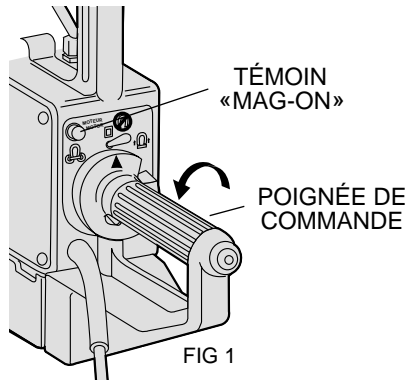
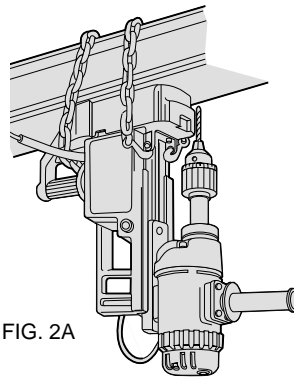
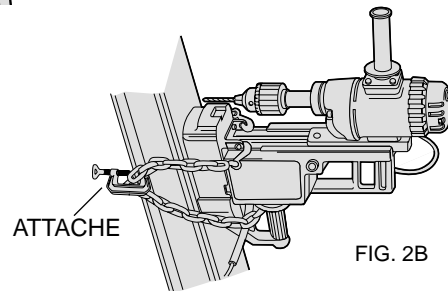

FIG 1
FIG. 2A
FIG. 2B
1. Placer la perceuse à colonne sur la surface de travail de sorte que la pointe du foret ou que la tige de guidage de la fraise repose directement sur le point à percer. Enfoncer la détente et faire tourner la poignée de commande dans le sens antihoraire jusqu'à ce que le témoin MAG-ON s'allume pour indiquer que l'aimant est activé (fig. 1). Lors de perçage à la verticale ou dans les airs, il faut utiliser la chaîne de sécurité. Les figures 2A et 2B illustrent des positions suggérées. L'utilisation d'une attache entre les maillons de la chaîne (comme celle illustrée à la figure 2B) empêche la perceuse magnétique de tomber lorsque l'aimant est désactivé. (L'attache n'est pas comprise.)